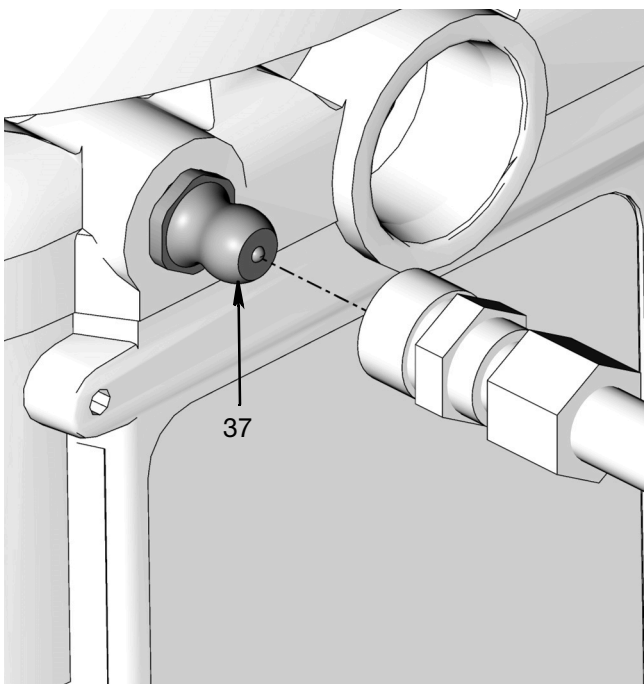

FIG. 11
1. Raccordez le tuyau de remplissage au raccord d'entrée (37) (FIG. 11).
1. Raccordez le flexible de remplissage au raccord d'entrée (FIG. 11).